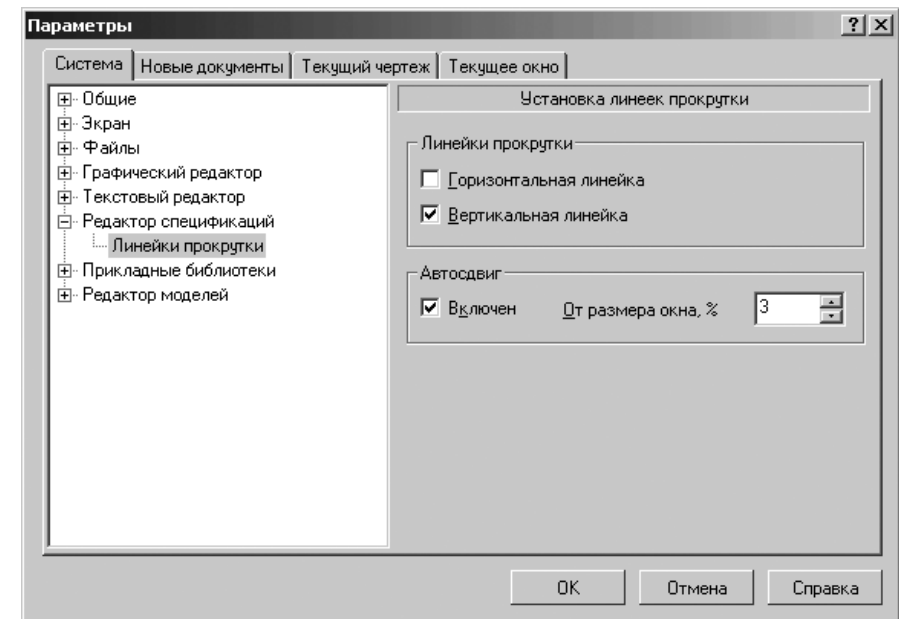

Рис. 9.42. Диалоговое окно **Параметры** с открытой вкладкой **Система** и открытой панелью **Установка линеек прокрутки**
- щелкните по пункту **Линейки прокрутки**. Откроется в правой части диалогового окна панель **Установка линеек прокрутки** (рис. 9.42);